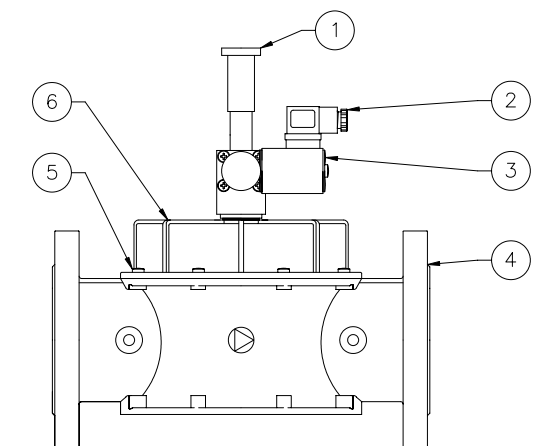

Fig. 4 Componenti elettrovalvole 500 mbar e 6 bar con attacchi DN 65 .. DN 150 DN 65 .. DN 150 500 mbar and 6 bar connections electro-valves components
- Avec attaches DN 65 .. DN 150 (Fig. 4)
- **Con attacchi DN 65 .. DN 150 (Fig. 4)** tirare verso l'alto la manopola di riarmo (1)*
- **With DN 65 .. DN 150 connections (Fig. 4)** pull up the reset handgrip (1)*